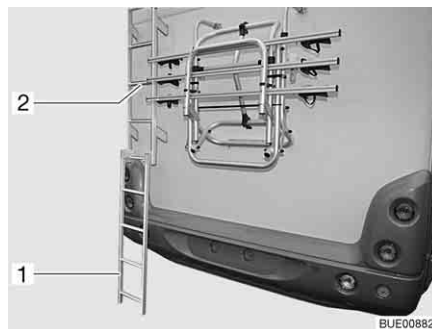

Fig. 1 Escalera trasera
- Enganchar la parte inferior de la escalera (Fig. 1,1) en la parte de la escalera (Fig. 1,2) que está fijada en la parte trasera y ponerla en el suelo.